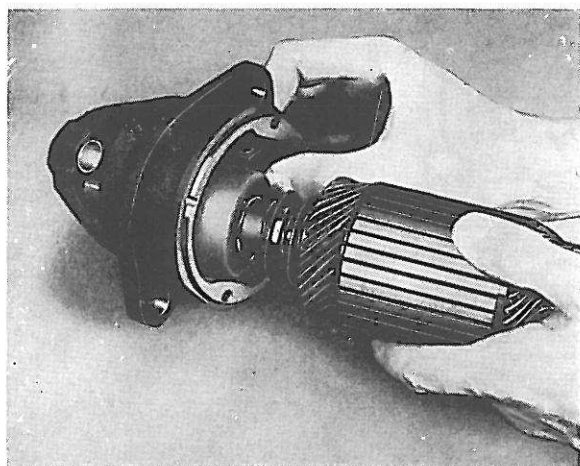

Figure 39. Démontage du pignon de lancement et de l'induit
- Retirer l'induit et le pignon du capot, figure 39. Ceci peut se faire après avoir desserré l'axe